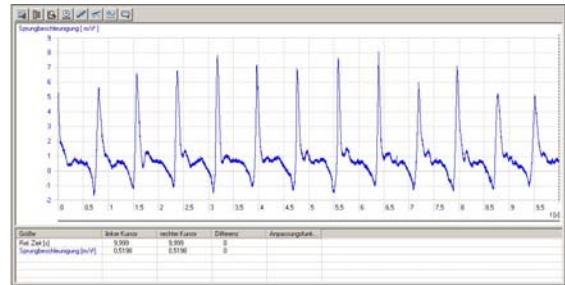

Fig. 1 Charakteristisches Beschleunigungsverhalten am Fußgelenk einer „Seilhüpfenden“ Person, aufgezeichnet mit 3B NETlab™ (U11310)
- In 3B NETlab™ die Messkurvenaufnahme starten (Fig. 1).
Man beachte bei der Fig. 1 die beständig wirkende Erdbeschleunigung von $9,81 \text{ m/s}^2$, die in der Messkurve einen unterlagerten Wert von 1-g einbringt.